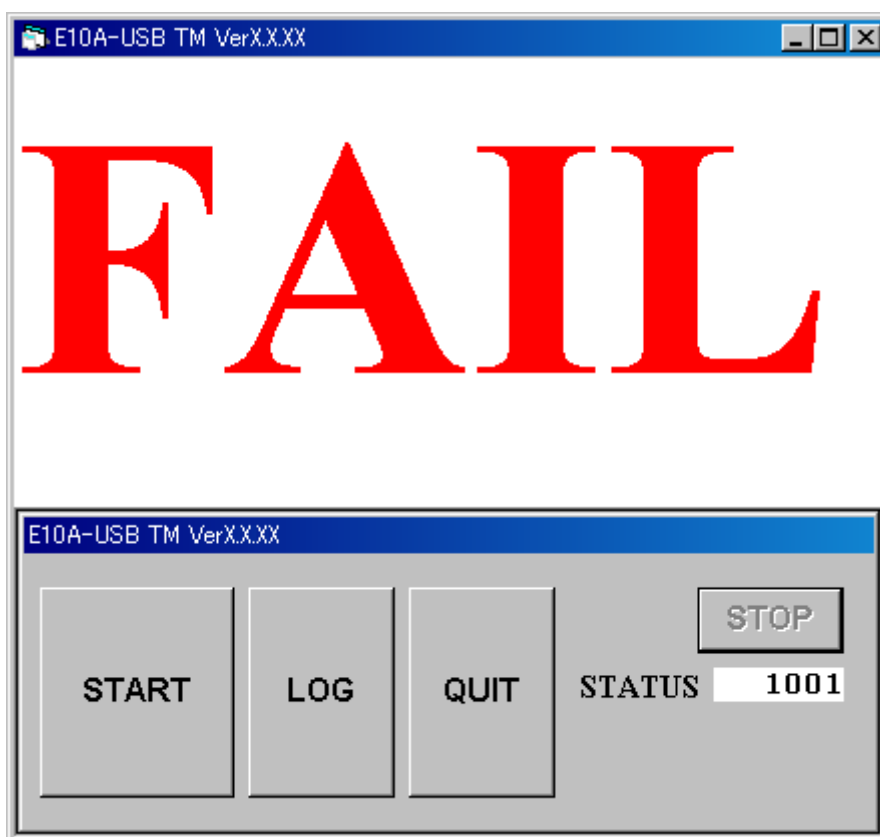
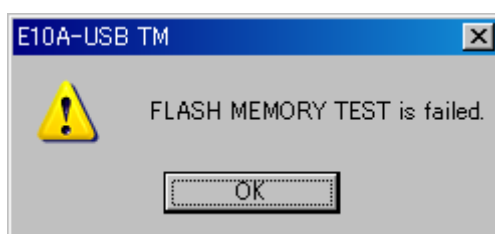

図 13 ステータス 1001 表示例
図 14 フラッシュメモリテストエラー例
- (5) もし, 図13, 図14のように"FLASH MEMORY TEST is failed"のメッセージが表示され, エラーSTATUSが"1001"の場合は, E10A-USBエミュレータ用テストプログラムが古いか, E10A-USBエミュレータのファームウェアが古い可能性があります。ダウンロードページより, E10A-USBエミュレータのファームウェアまたはE10A-USBエミュレータ用テストプログラムをダウンロードし, バージョンアップしてください。E10A-USBエミュレータのファームウェアのバージョンアップ方法は「E10A-USB エミュレータ ユーザーズマニュアル」の「デバッグ編 3.10章 E10A-USBエミュレータのセットアップ」を参照してください。